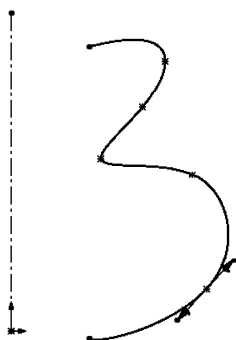
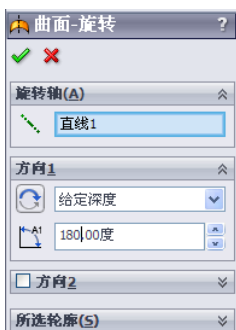
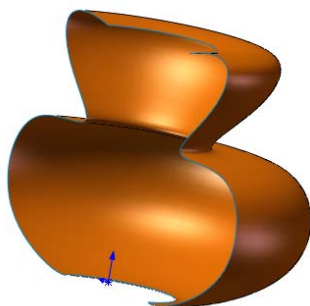

图 9-5 草图
图 9-6 “曲面-旋转”属性管理器
图 9-7 旋转曲面后
(1) 新建一个文件,在左侧的 FeatureManager 设计树中选择“前视基准面”作为草绘基准面,绘制如图 9-5 所示的草图。
(2) 选择菜单栏中的“插入”→“曲面”→“旋转曲面”命令,或者单击“曲面”工具栏中的 (旋转曲面)按钮,系统弹出“曲面-旋转”属性管理器。
(3) 按照如图 9-6 所示进行选项设置,注意设置曲面拉伸的方向,然后单击 (确定)按钮,完成曲面旋转。得到的旋转曲面如图 9-7 所示。